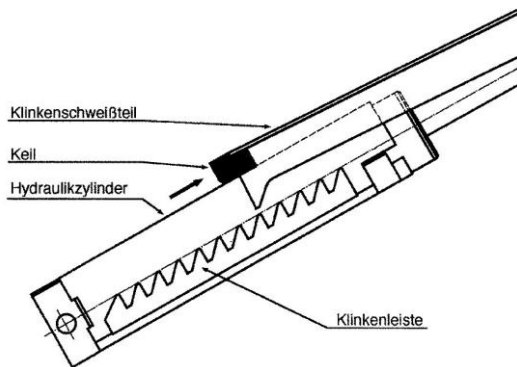

Figure 3 : Insérer la cale
- Lever manuellement le cran de sécurité. Il suffit à cet effet de placer un objet adapté (par ex. une cale, voir Figure 3) entre le vérin hydraulique et le cran. La dent du cran ne peut alors plus s'enclencher. Cette mesure doit être réalisée sur les deux vérins hydrauliques.